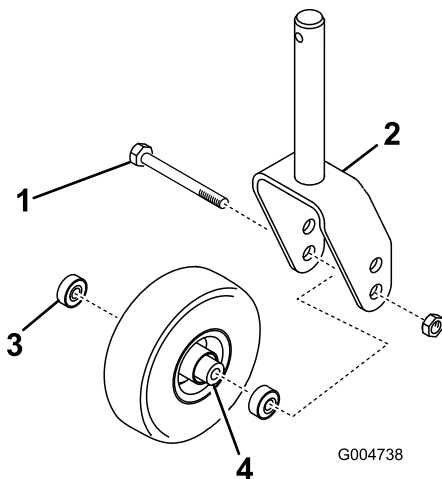
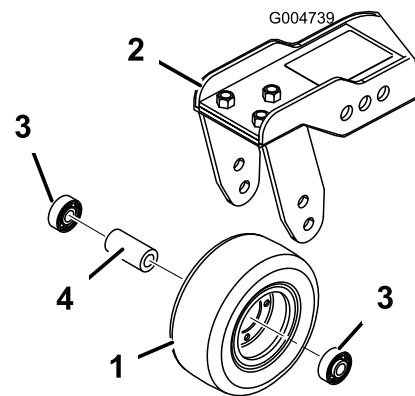

Bild 80
Bild 81
1. Entfernen Sie die Sicherungsmutter von der Schraube, mit denen das Laufrad in der Mitte der Laufradgabel (Bild 80) oder am Laufradgelenkarm (Bild 81) befestigt ist. Halten Sie das Laufrad fest und schieben die Schraube aus der Gabel oder vom Gelenkarm ab.
2. Entfernen Sie das Lager aus der Radnabe und lassen das Lagerdistanzstück herausfallen (Bild 80 und Bild 81). Entfernen Sie das Lager aus der gegenüberliegenden Seite der Radnabe.